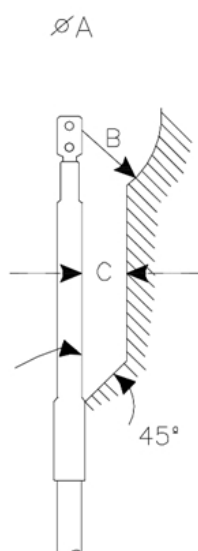

Figura 1
- Distancias **FASE - TIERRA** . Figura 1.